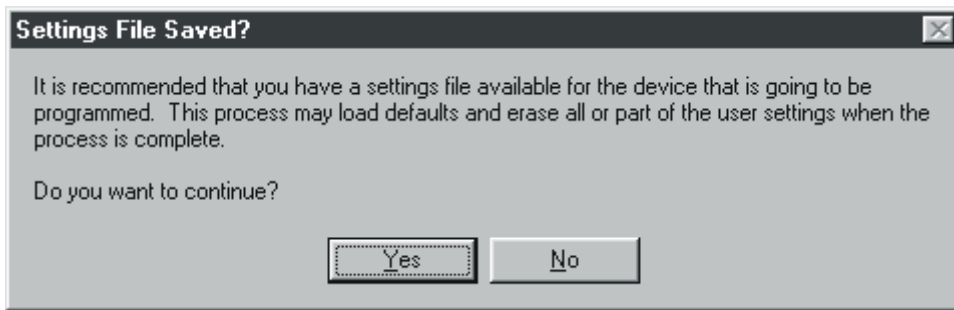

Abbildung 5-24. Einstellungsdatei-Erinnerungsdialog
5. Klicken Sie auf die Schaltfläche **Start Transfer Data** (Datentransfer starten), um mit dem Hochladen der Software fortzufahren. Es erscheint ein Dialogfenster (Abbildung 5-24), und empfiehlt, dass Sie Ihre DECS-100-Einstellungen in einer Datei speichern, die nach der Aktualisierung der integrierten Firmware in den DECS-100 geladen werden kann.